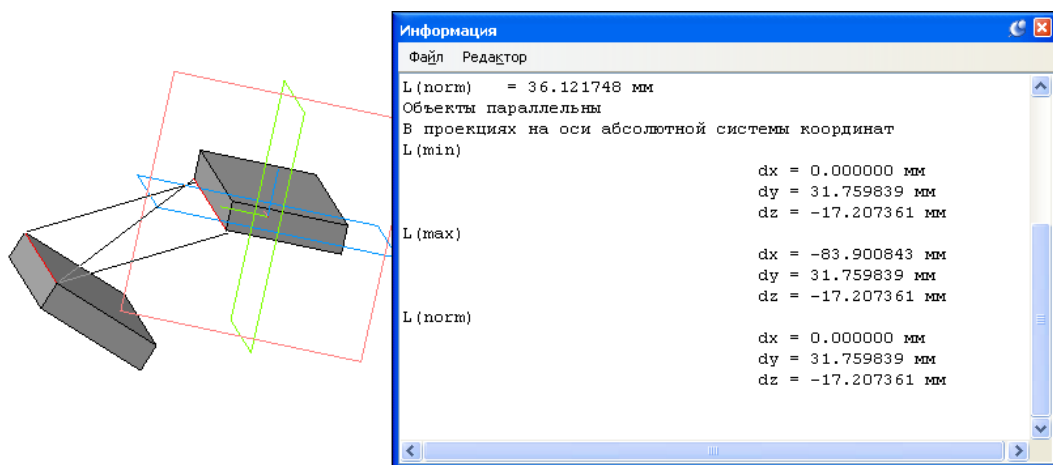
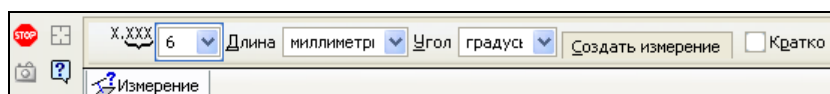

Рис. 4.55. Окно Информация
Рис. 4.56. Панель свойств команды Расстояние и угол
- ◆ щелкните ЛК по второму ребру (объекту), и система выведет на экран окно **Информация** (рис. 4.55) с результатами измерения. На Панели свойств команды **Расстояние и угол** (рис. 4.56) в элементах управления **Количество знаков после запятой**, **Длина**, **Угол** и **Стиль** введите необходимые значения. Выдаваемый системой результат измерения в окне **Информация** (табл. 4.6) зависит от типов указанных объектов и их взаимного расположения;